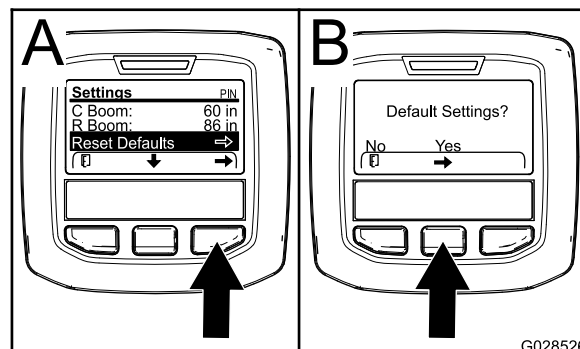

図 75
1. 中央ボタンを押して、「デフォルトに戻す」Reset Default ヘスクロールする 図 75。
3. 「デフォルトに戻す」画面で、左ボタンを押すとNOとなり、右ボタンを押すとYESとなる 図 75。